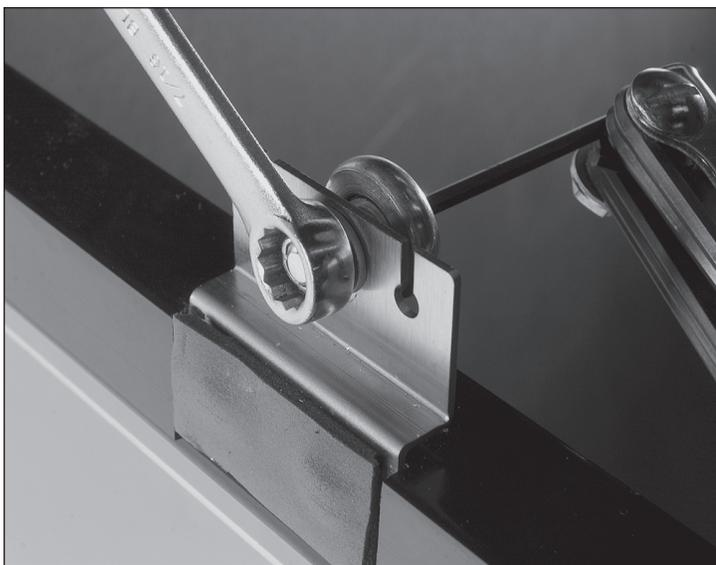

Fig. 1. Aggiustare il rullo.
2. Utilizzando una chiave inglese di 7/16" (11,11 mm) o una chiave inglese aggiustabile e una chiave a brugola di 1/8" (3,2 mm), allentare la rotella e muoverla lungo la fessura. Dopo aver completato l'aggiustamento stringere la rotella nel suo posto. Si veda la fig. 1